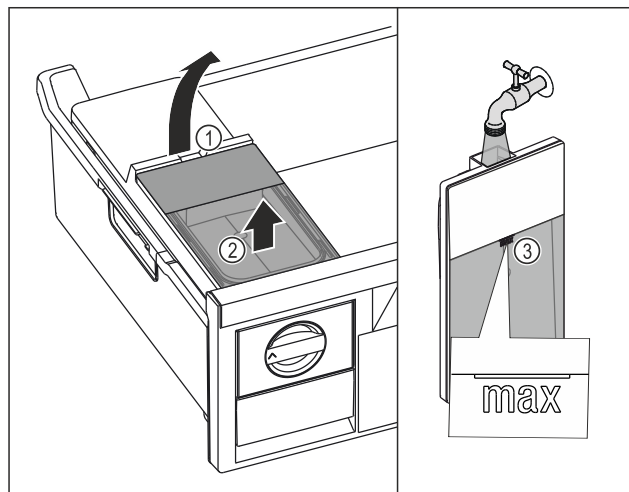

Fig. 98
- Zbiornik wody unieść za wycięcia Fig. 98 (1).
- Wyjąć zbiornik wody do góry Fig. 98 (2)
- Zbiornik wody napełnić wodą pitną aż do oznaczenia Fig. 98 (3).